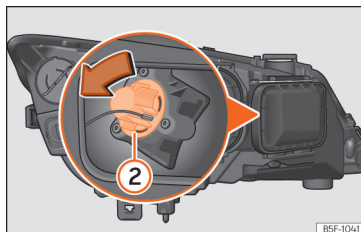

Abb. 58 Glühlampe für Blinklicht
- Drehen Sie den Lampenträger » Abb. 58 ② nach links und ziehen Sie.